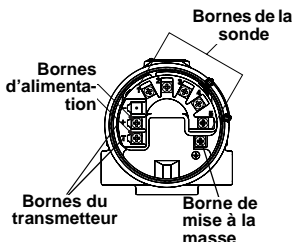

Figure 1. Schéma de câblage de la sonde du transmetteur
3. Brancher les fils de sonde(s) conformément à la Figure 1.